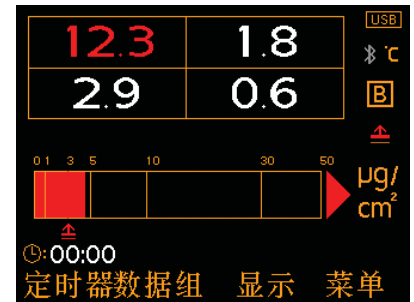

图5: 读数×4和柱状图
- 柱状图(图5); 一个模拟表示当前测量值与最高(Hi), 最低(Lo)和平均( $\bar{x}$ )的读数. 当每次读取, 柱状图将自动更新.